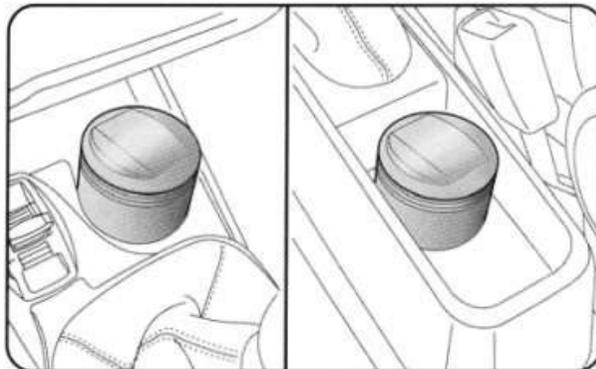

рис. 48
**ПЕПЕЛЬНИЦА (если имеется) (рис. 48)**